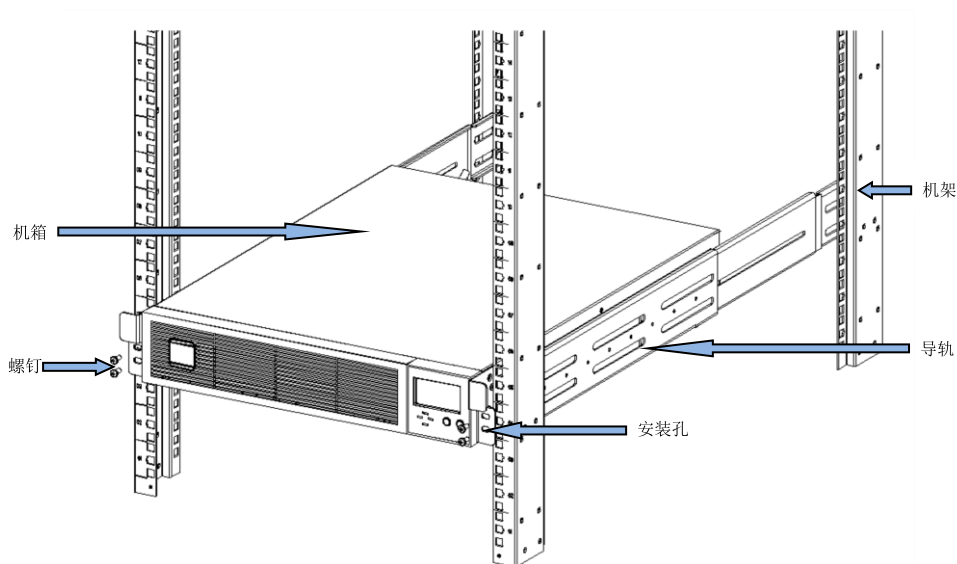

图 5-8 安装机箱
2. 将机箱放置于机架的导轨上（禁止通过挂耳搬运机箱），推入机箱直到推不进去为止，通过挂耳上的安装孔 2 将机箱固定在机架上，如图 5-8 所示。